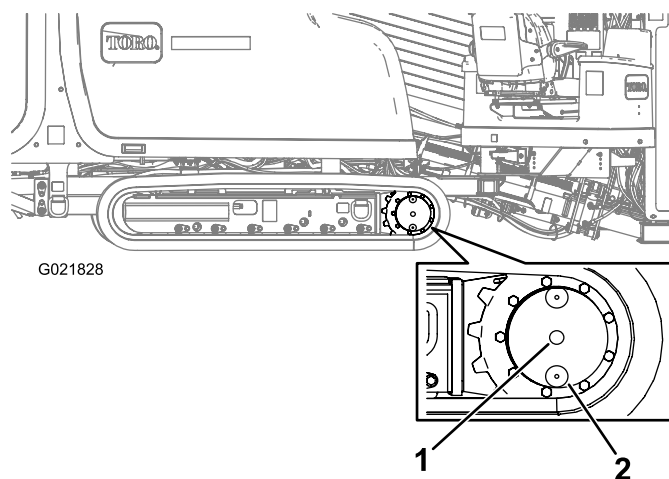

Bild 100
2. Reinigen Sie den Bereich um die Ölstandschaube mit einem Reinigungsmittel (Bild 100).
3. Entfernen Sie die Ölstandschaube (Bild 100).
2. Reinigen Sie den Bereich um die Ölstandsschraube (Bild 100).
3. Drehen Sie das Planetengetriebe, bis sich die Ölablassschraube genau unter der Ölstandsschraube befindet (Bild 100).